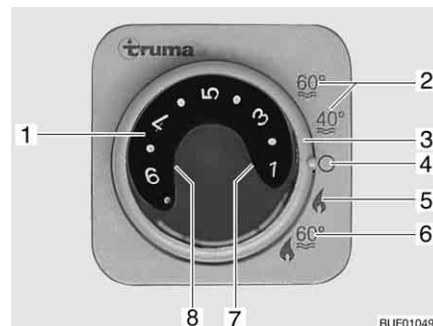

Fig. 195 Centralina di controllo per riscaldamento/boiler
- Impostare la modalità di funzionamento tramite l'interruttore girevole (Fig. 195,3).
A seconda della temperatura ambiente desiderata, il riscaldamento seleziona automaticamente il livello del bruciatore necessario. Al raggiungimento della temperatura ambiente desiderata, il bruciatore si spegne. La temperatura ambiente viene misurata con il sensore di temperatura, accanto al pannello di controllo. Durante la modalità di funzionamento "Riscaldamento e boiler" (Fig. 195,6) è riscaldata anche l'acqua nel boiler. Nella modalità di funzionamento "Riscaldamento senza boiler" (Fig. 195,5) è possibile far funzionare il riscaldamento con il boiler vuoto.
- Impostare la manopola della temperatura (Fig. 195,1) sulla centralina di controllo scegliendo il livello di temperatura desiderato.
- Posizionare l'interruttore girevole (Fig. 195,3) su funzionamento invernale "Riscaldamento senza boiler" (Fig. 195,5) o "Riscaldamento e boiler" (Fig. 195,6).
La spia di controllo verde (Fig. 195,7) si accende e indica allo stesso tempo il livello di temperatura selezionato.
La spia di controllo gialla (Fig. 195,8) indica la fase di riscaldamento dell'acqua con il boiler pieno.
- Posizionare l'interruttore girevole (Fig. 195,3) su "O" (Fig. 195,4).